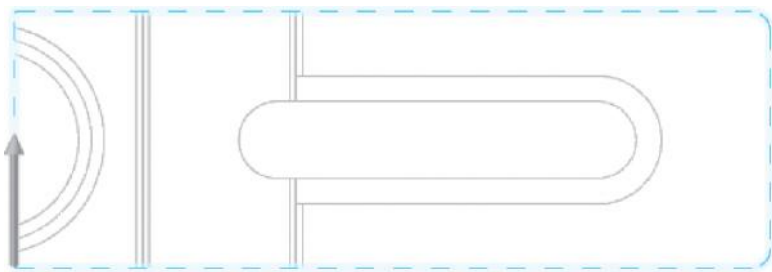

图 5-19 选择最大外形为加工对象
1) 选择【刀路】/【外形】命令, 系统弹出【线框串连】对话框, 以【线框】/【串连】的形式, 从刚生成矩形的左下角选择矩形, 如图 5-19 所示, 单击【确定】按钮 。需要注意此时箭头的方向, 对应的刀补为左补偿。